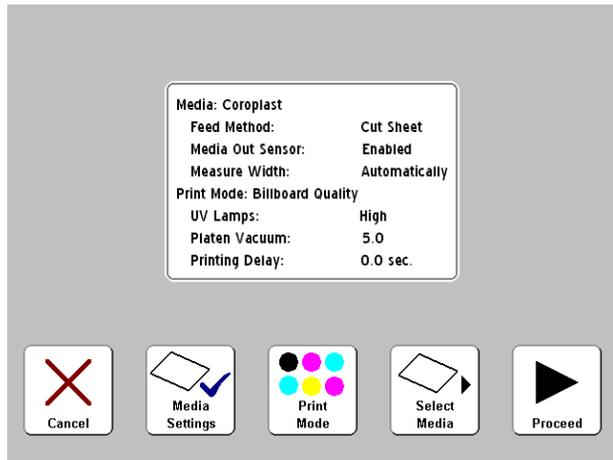

Fig. 2-1. Pantalla de configuración del material de impresión
- Si ha presionado un **nombre de material de impresión**, aparecerá una lista de parámetros (consulte Fig. 2-1). En esta pantalla puede cambiar la configuración del material de impresión, cambiar el modo de impresión, seleccionar material de impresión o continuar cargando el material de impresión. Para cargar el material de impresión, presione la tecla ► (Continuar) y vaya a “Carga e impresión en material de impresión rígido” en la página 2-11 o “Carga e impresión en material de impresión alimentado por rodillos” en la página 2-17.